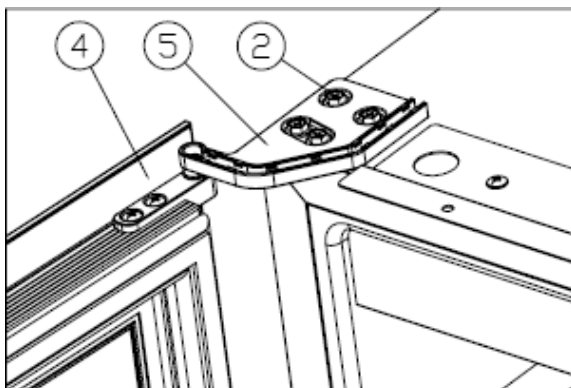

Figura 6
- Gire la puerta (4) 180 grados e inserte la bisagra superior derecha (5), apriete los tornillos. [Figura 6]